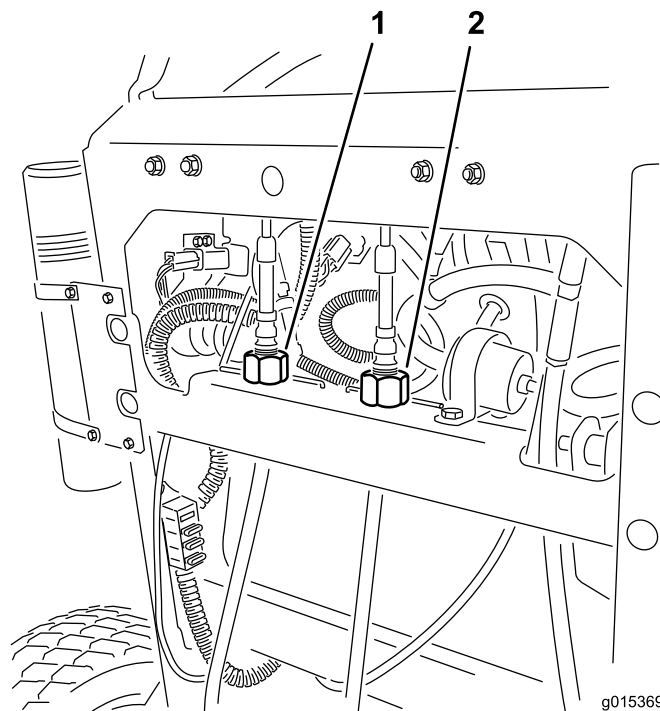

Figura 56
4. Ruotate il dispositivo di regolazione del cavo destro in modo da posizionare il comando di movimento destro al centro della fessura di blocco in folle del pannello di controllo (Figura 56).